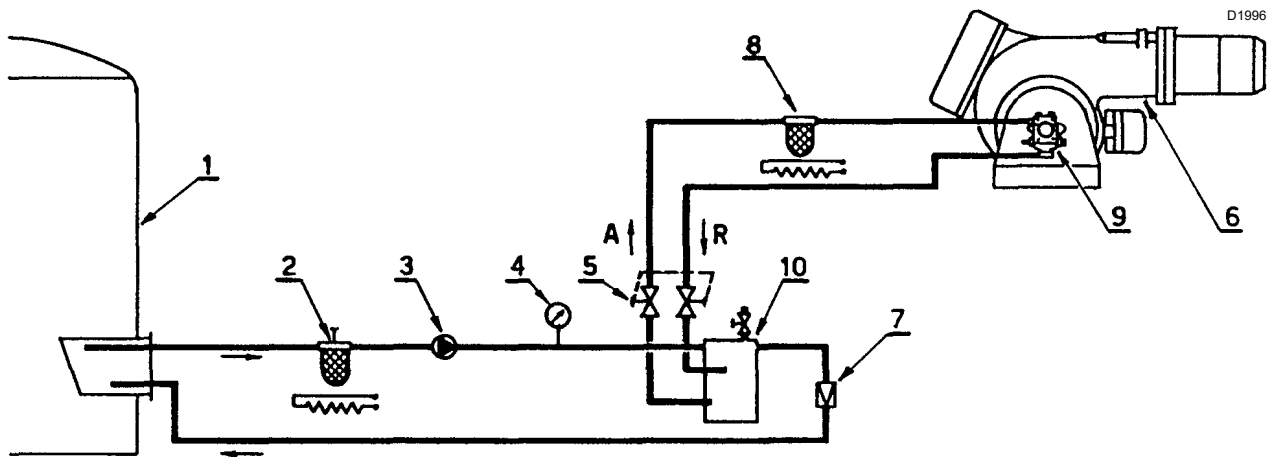

Abb. 19
- Um die Bildung von Gasen oder Dämpfen zu begrenzen, muss der Brennstoffdruck im Entgaser 10)(Abb. 19) entsprechend der Vorlauftemperatur gemäß der obigen Tabelle eingestellt werden.